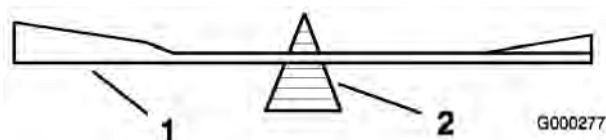
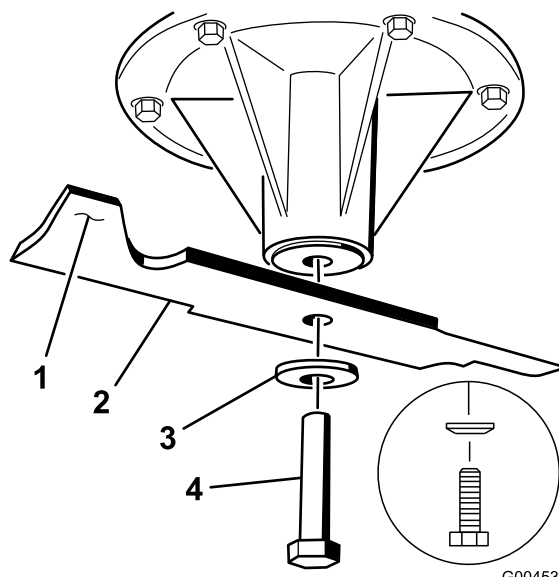

Figura 59
Figura 60
2. Retire del eje el perno de la cuchilla, la arandela de muelle y la cuchilla (Figura 60).
2. Verifique el equilibrio de la cuchilla colocándola sobre un equilibrador de cuchillas (Figura 59). Si la cuchilla se mantiene horizontal, está equilibrada y puede utilizarse. Si la cuchilla no está equilibrada, rebaje algo el metal en la parte de la vela solamente (Figura 60). Repita este procedimiento hasta que la cuchilla esté equilibrada.
1. Instale la cuchilla en el eje (Figura 60).
2. Instale la arandela de muelle y el perno de la cuchilla. El cono de la arandela de muelle debe estar orientado hacia la cabeza del perno (Figura 60). Apriete el perno de la cuchilla a 115–150 Nm.